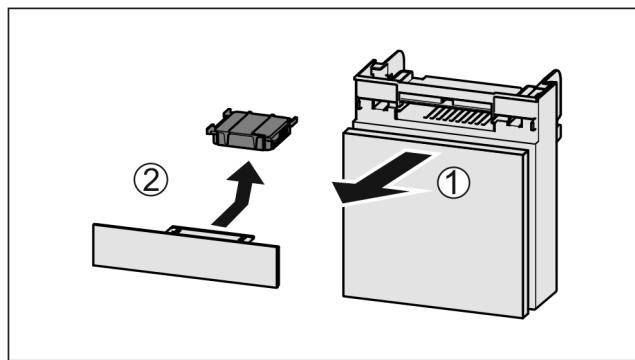

Fig. 96
- Вытянуть Fig. 96 (1) отделение движением вперед.
- Извлечение Fig. 96 (2) фильтра с активированным углем.